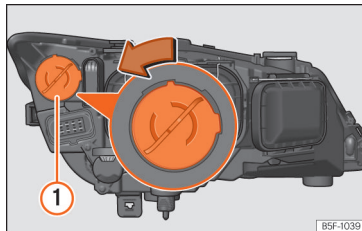

Fig. 56 Lampadina per luce diurna.
- Ruotare il portalamпада » fig. 56 ① verso sinistra e tirare.